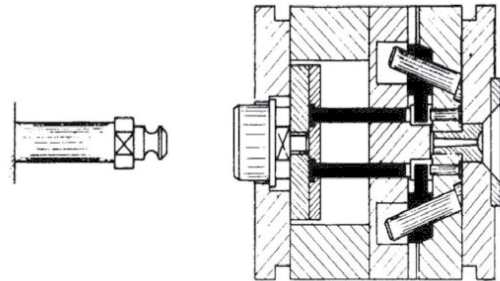

Figura 1 - Figure 1 - Abbildung 1
- 1) Iniezione materiale a stampo chiuso (vedere figura 1).